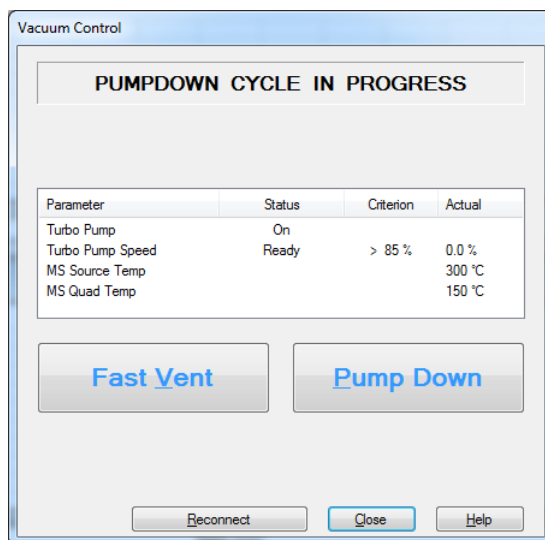

Figure 36. Boîte de dialogue Vacuum Control (Contrôle du vide)
- 2 Dans la vue **Instrument Control** (Pilotage de l'instrument), **Instrument menu** (menu Instrument), sélectionner **MS Vacuum Control** (Contrôle du vide du MS) pour afficher la boîte de dialogue **Vacuum Control** (Contrôle du vide). (Voir **Figure 36** page 124.)